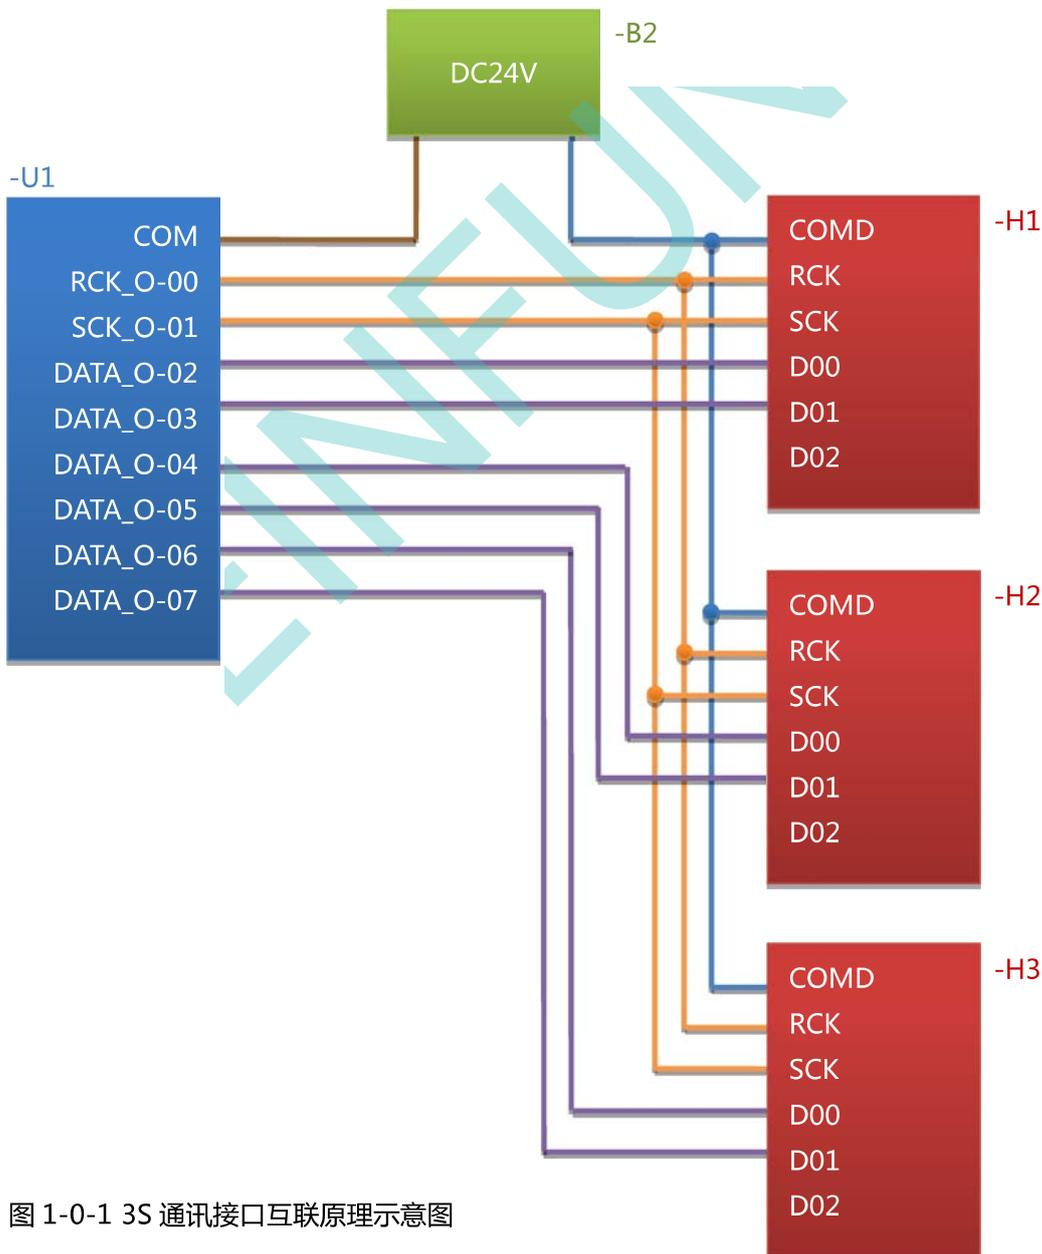

图 1-0-1 3S 通讯接口互联原理示意图
3S 通讯技术是指将 PLC 程序中任意指定的操作数如定时器、计数器、内部变量数据和常量数据，以规定的格式如整数、双整数、HEX/BCD 码，通过 PLC 直流固态输出点组成的 3S 通讯接口串行传送至带有 3S 通讯接口的外部设备上，使这些设备对接收到的数据进行进一步的处理，如图 1-0-1 所示。这项技术由任志兵于 1995 年发明研制，在当年申请并实施了实用新型专利：ZL95226265.7。在图 1-0-1 中：
任选 PLC-U1 四个晶体管输出点作为最基本的 3S 通讯接口，这是因为 Micro850 的移位指令只适用于有符号双整数 DINT，如图 1-0-1 中所示：
在最基本的连接基础上只需增加数据输出口 O-04、O-05、O-06.....，各个数据通道在时钟的驱动下同时向外部设备的数据输入端 D00、D01、D02.....传送数据，每个通道每帧传送一个字（16Bits）的数据码。这样能够保证传送速度不变。如图 1-0-1 中，假设-H3 外设需要接收两个双整数（32Bits），PLC-U1 需要四个数据输出口，O-06 发送第一个双整数的低字，O-07 发送第一个双整数的高字，O-08 发送第二个双整数的低字，O-09 发送第二个双整数的高字。
- ❖ 3S 通讯线路电源就是图 1-0-1 中的-B2 电源，DC24V。它与各设备的 COM/COMD 的连接方向取决于 PLC-U1 的 DO 晶体管/场效应管的有效电流方向：